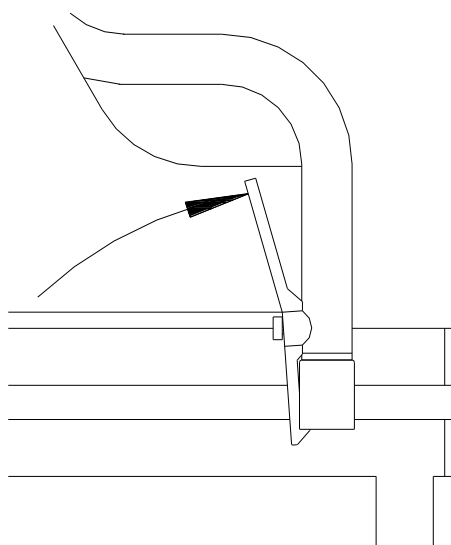

Figure 9
- Si vous choisissez un fauteuil roulant équipé d'un accoudoir à bascule arrière, tenez l'extrémité avant de l'accoudoir lorsque vous le basculez vers l'arrière, et poussez légèrement la poignée de verrouillage de l'accoudoir avec votre index, et l'accoudoir peut être basculé vers l'arrière ; lors du rétablissement, basculez l'accoudoir vers l'avant, le verrou de l'accoudoir est inséré sur le vérin dans le cadre, la poignée est automatiquement réinitialisée et verrouillée (voir figure 9).